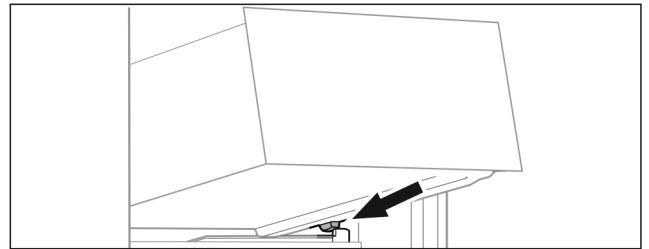

Fig. 82
- ▶ Встановити висувний ящик за стопорами на ребро для резервуару навскоси. (див. Fig. 82)